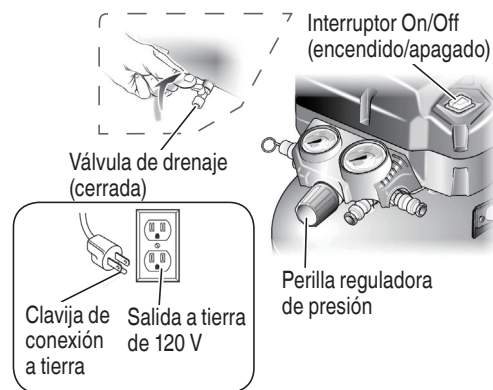

Fig. 6
- Asegúrese de que la válvula de drenaje del tanque esté cerrada (Fig. 6).
- Asegúrese de que el interruptor ON/OFF (encendido/apagado) se encuentra en la posición de apagado OFF (O) y de que el compresor de aire está desenchufado (Fig. 6).
- Asegúrese de que la perilla reguladora de presión esté girada por completo en sentido antihorario (Fig. 6).